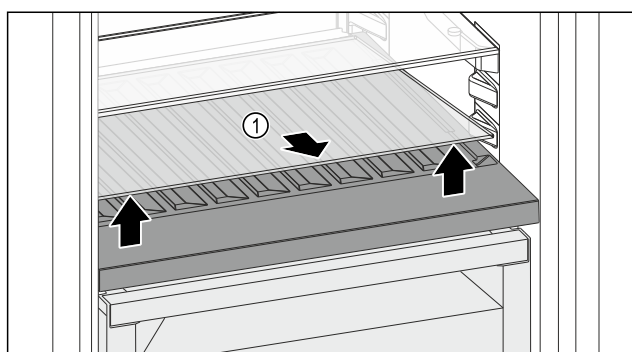

Fig. 177
- Sollevare il ripiano di vetro Fig. 177 (1) dall'incavo anteriore e rimuoverlo.
- Conservare il ripiano di vetro Fig. 177 (1) fuori dall'apparecchio in un luogo sicuro.
- Inserire il ripiano di vetro (2) sotto il vano bottiglie variabile.